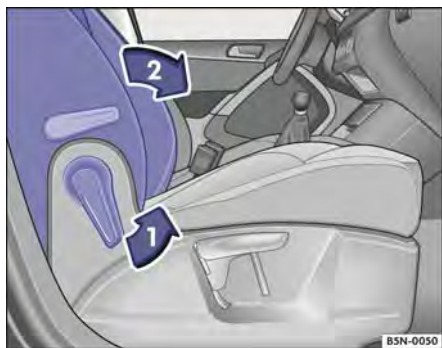

Fig. 106 Rebater o encosto do banco do passageiro dianteiro para frente.
- Destravar o encosto do banco do passageiro dianteiro no sentido da seta → Fig. 106 ①.
- Rebater o encosto do banco do passageiro dianteiro para frente, no sentido da seta, → Fig. 106 ② para a posição horizontal
- Para rebater de volta, destravar novamente o encosto do banco do passageiro dianteiro → Fig. 106 ①.